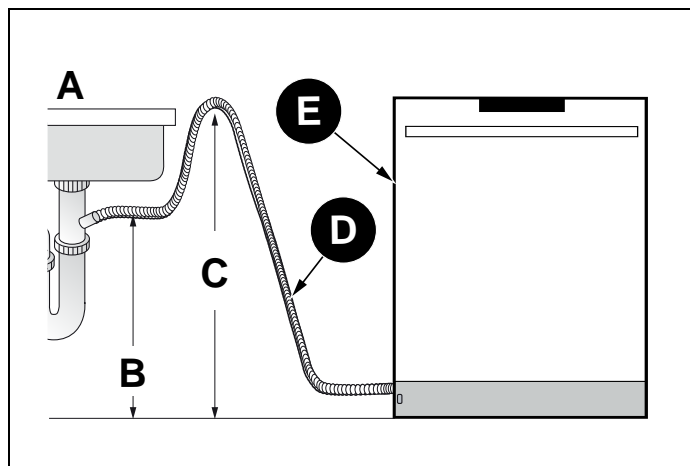

Fig. 20
- 5) Si no hay cámara de aire, asegúrese de suspender la parte central de la manguera de desagüe muy por encima de la base del armario del fregadero para evitar el reflujo (consulte Fig. 20 ).